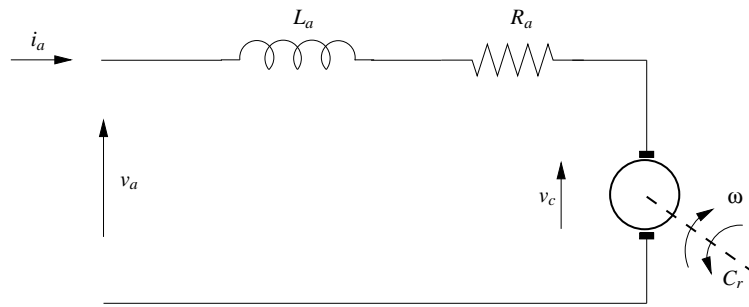

Figura 1: Motore elettrico in corrente continua.
- Si considera il motore elettrico in corrente continua a magneti permanenti rappresentato in Figura 1, descritto dalle equazioni